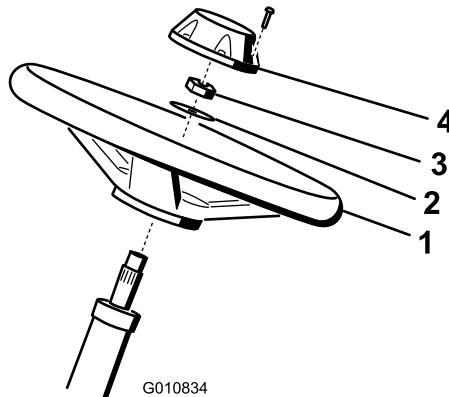

Bild 5
1. Schieben Sie das Lenkrad auf die Lenkwellen (Bild 5).
2. Schieben Sie die Scheibe auf die Lenkwellen (Bild 5).
3. Befestigen Sie das Lenkrad mit einer Sicherungsmutter an der Welle und ziehen es bis auf 27-35 Nm an (Bild 5).
4. Setzen Sie den Deckel auf und befestigen ihn mit sechs Schrauben am Lenkrad (Bild 5).